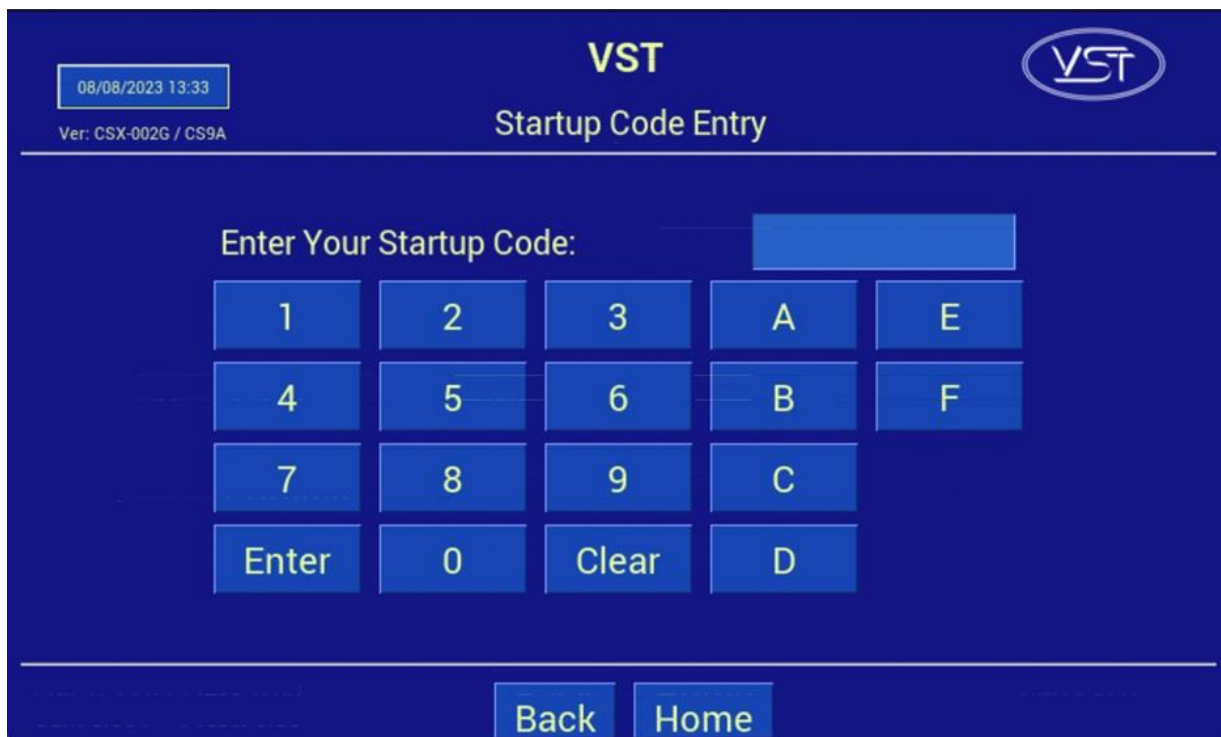

Figura 6-10: Pantalla de contraseña de inicio
8. En la pantalla del código de verificación, ingrese el código que recibió por correo electrónico, luego presione ENTER. Vea la **figura 6-10**.